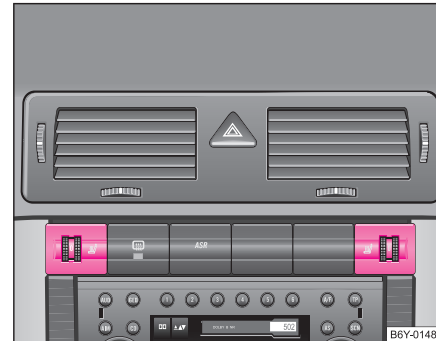

Abb. 50 Schalttafel: Drehregler für Beheizung der Vordersitze
- Durch Drehen des entsprechenden Drehreglers ⇒ Seite 71, Abb. 50 können Sie die Sitzheizung des Fahrer- bzw. Beifahrersitzes einschalten und regulieren.